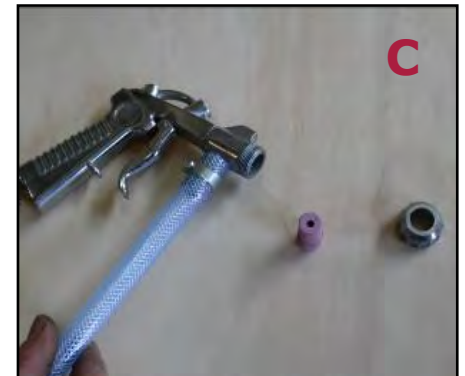

Figura 17 - Smontaggio dell'ugello della pistola sabbiatrice.
- Svitare il dado di bloccaggio (vedere la Figura 17/A).
- Togliere l'ugello danneggiato o di diametro non adeguato alla lavorazione, sfilandolo dalla pistola (vedere la Figura 17/B).
- Pulire l'interno del canale della pistola per rimuovere i residui di sabbia presenti (vedere la Figura 17/C).